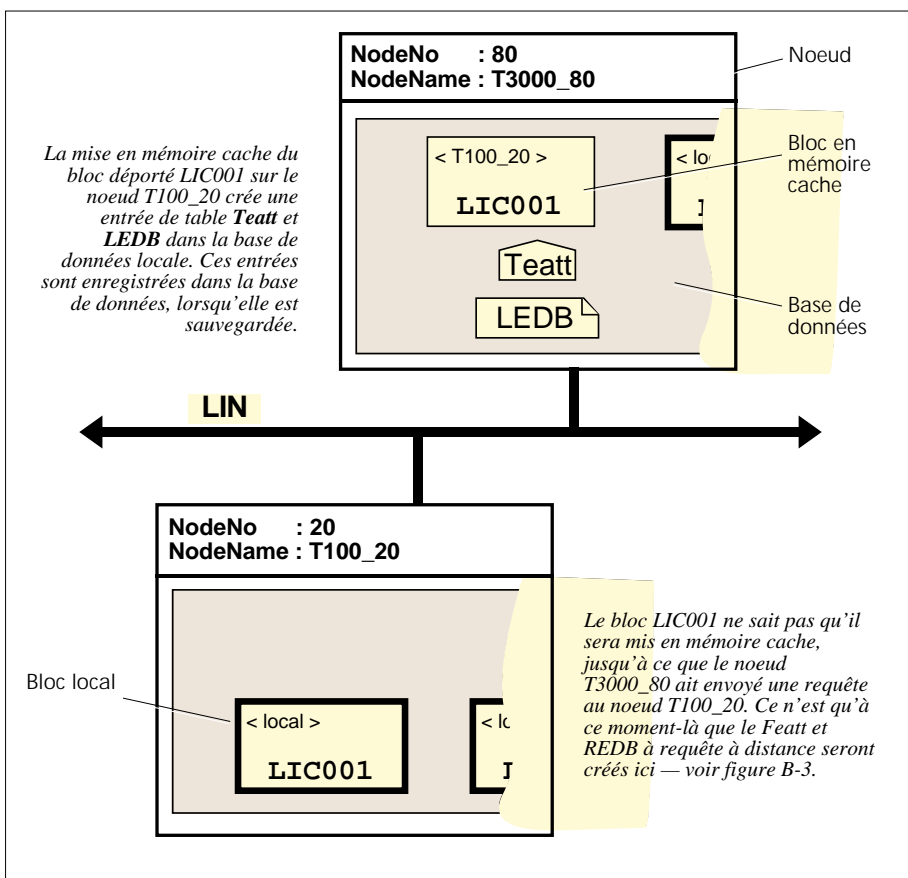

Figure B-2 Configuration d'un bloc en mémoire cache — étapes initiales
- 1 Configuration d'un bloc en mémoire cache — Etapes initiales (figure B-2)
La figure B-2 montre deux noeuds (instruments) connectés sur le réseau LIN — appelés 'T3000_80' et 'T100_20', respectivement aux adresses 80 et 20. Le but de cette étape est de mettre en mémoire cache le bloc de fonction 'LIC001', qui tourne sur le noeud T100_20, dans la base de données du noeud T3000_80. Il s'agit de créer effectivement sur le noeud T3000_80 une 'image' du bloc déporté pour leur permettre de communiquer sur le réseau LIN.